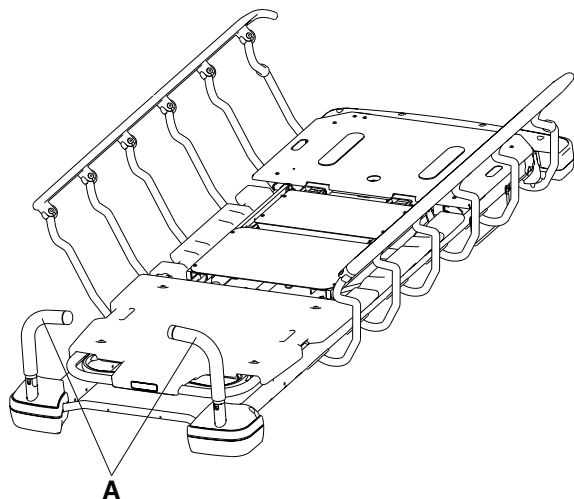

Figura 9 – Colocación de los mangos de empuje en el extremo de la cabeza
1. Gire los mangos (A) hacia arriba desde el extremo de la cabeza del producto (Figura 9).